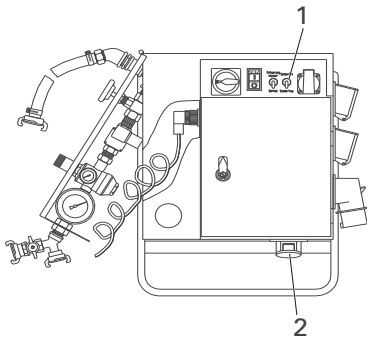

Bild 15: Schaltschrank -MRS
- Stecker der Nassmörtelsonde am Schaltschrank -MRS anschließen (Bild 15, 2)
- Kippschalter (Bild 15, 1) auf „mit Sonde“ stellen